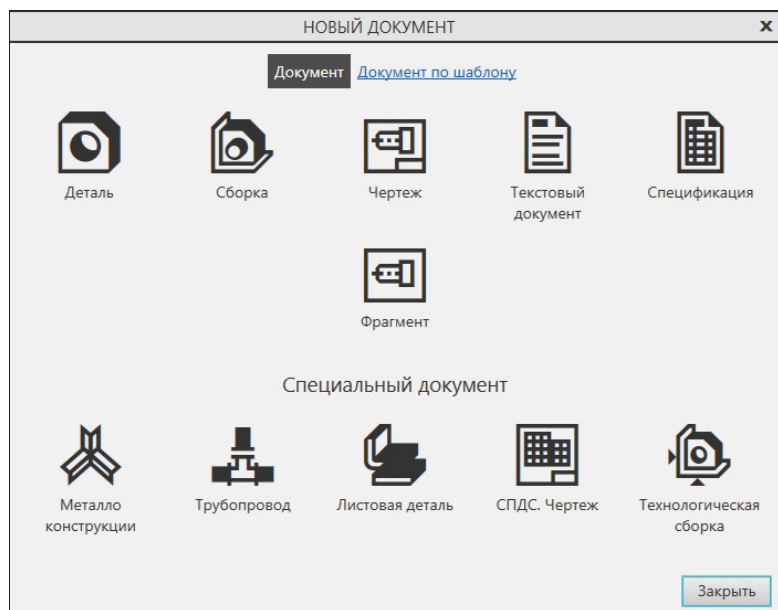

Рис. 2.2. Диалоговое окно **Новый документ**
- ◆ **Создать** — после щелчка ЛК мыши появляется диалоговое окно **Новый документ** (рис. 2.2) для открытия необходимого режимов работы.